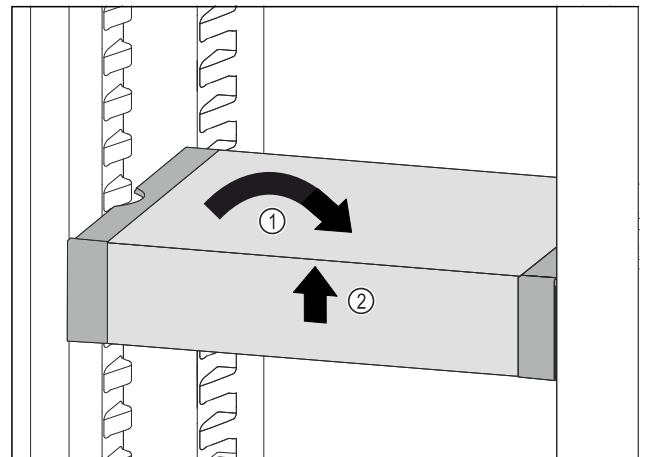

Fig. 152
- Collocare VarioSafe in maniera dritta. Fig. 152 (1)
- Sollevare VarioSafe dal lato anteriore. Fig. 152 (2)